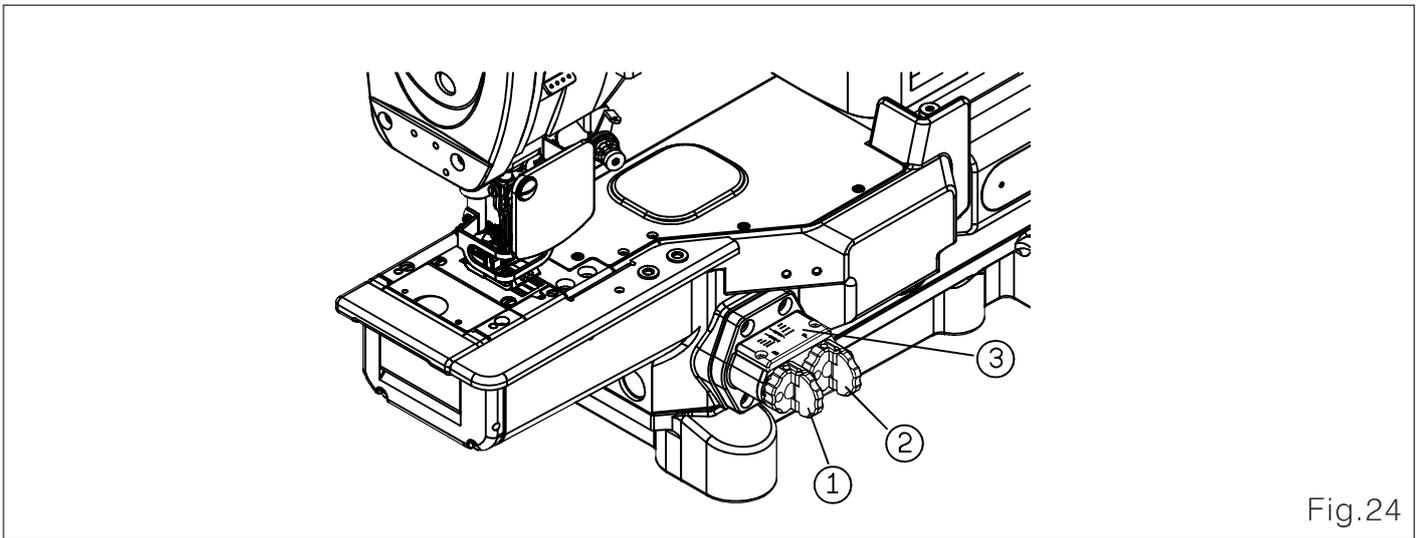

Fig.24
Comprimento do ponto pode ser ajustado variavelmente no alcance de 1 ~4.23mm ou 6~25 pontos pontos por inch. (Fig. 24)
2. Ajustando o botão rotatório manual para ajustar o curso do impelente frontal. O alcance ② ajustável é 1mm~7.6mm. (Fig. 24)
3. Depois de ajuste manual o botão rotatório ② , do curso do impelente pode ser conhecido por número indicado na escala da chapa ③ .
4. Girando o botão ② no sentido horário quando costurar o tecido elástico.
5. Girando o botão ② no sentido anti-horário quando costurar o tecido encolhe.